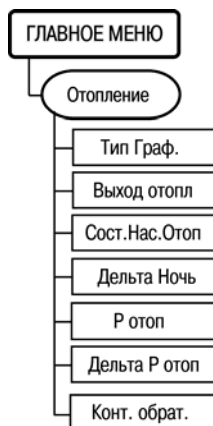

Рисунок 6.10
6.11.1 Пункт меню «Отопление» (рисунок 6.10) включает в себя параметры, ответственные за функционирование контура отопления.